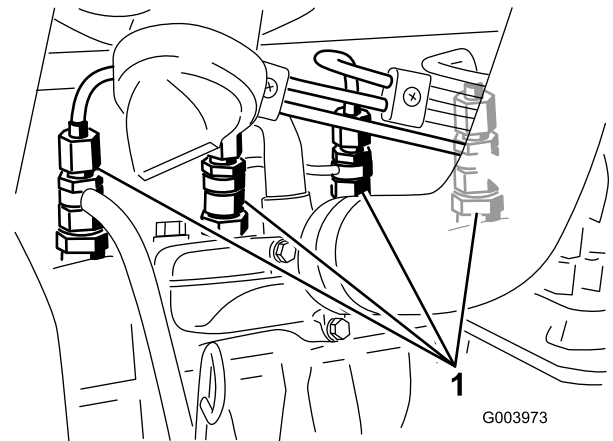

Figura 65
1. Liberte a tubagem que se encontra ligada ao injectores nº 1 e à estrutura de suporte da bomba de injeção (Figura 65).